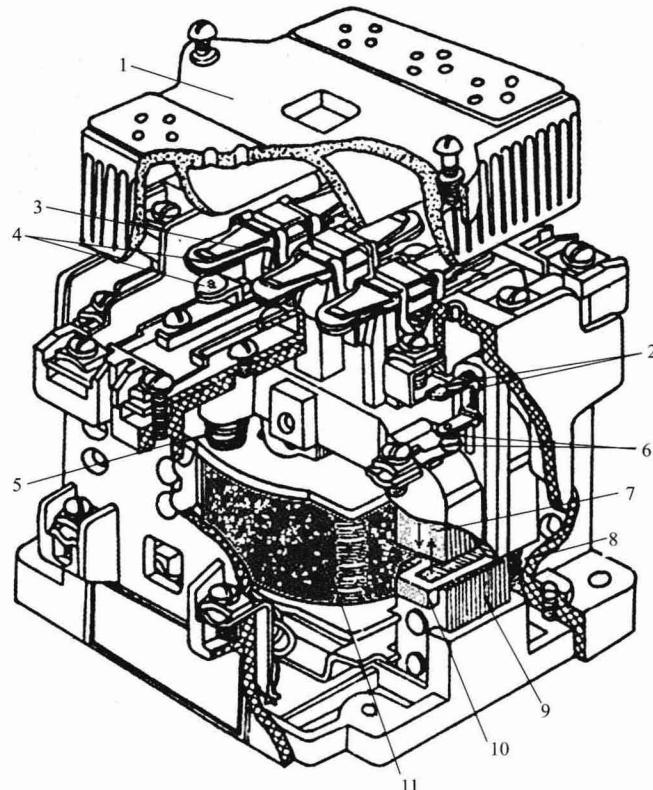

图 4 直动式、双断点、立体布置的交流接触器各部名称
(3) 直动式交流接触器动作原理。直动式、双断点、立体布置的交流接触器各部分名称如图 4 所示。